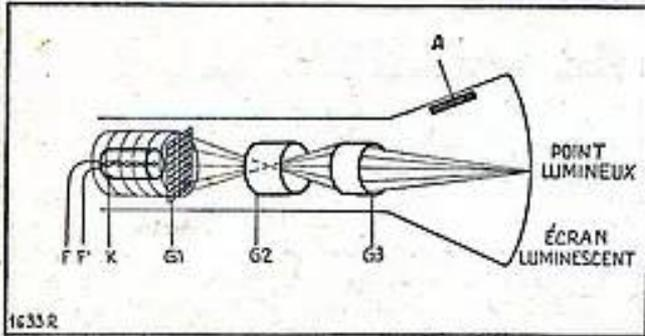

Fig. 3. — Effet de concentration dû aux lentilles électrostatiques ( $G_2$  et  $G_3$ )
- 1) : le canon à électrons comprenant : les filaments, la cathode, les différentes grilles ; il en sort un faisceau d'électrons animés d'une grande vitesse et groupés en un faisceau très fin ; cette finesse est due à l'effet de concentration (lentilles électrostatiques) des grilles  $G_2$  et  $G_3$  (figure 3).